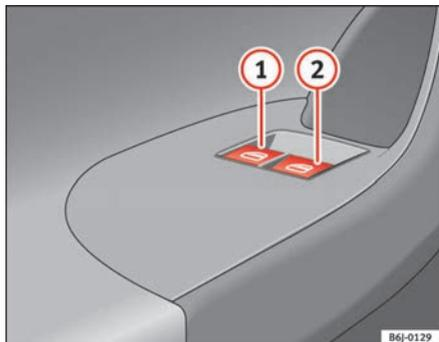

Fig. 47 Pormenor da porta do condutor: comandos para os vidros dianteiros.
Os botões ⇒ página 88, fig. 47 ①, ②, têm duas posições para a abertura dos vidros e outras duas para o fecho. É assim mais fácil controlar a abertura e o fecho.